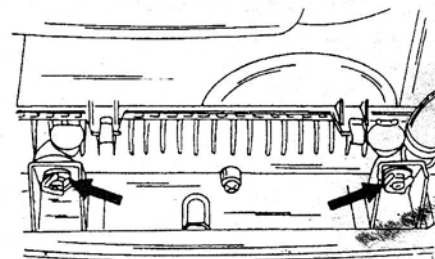

Рис. 97. С нижней стороны радиатор крепится двумя фиксаторами, указанными стрелками.
- Вытащить с нижней стороны радиатора слева и справа по одному фиксатору (рисунок 97).